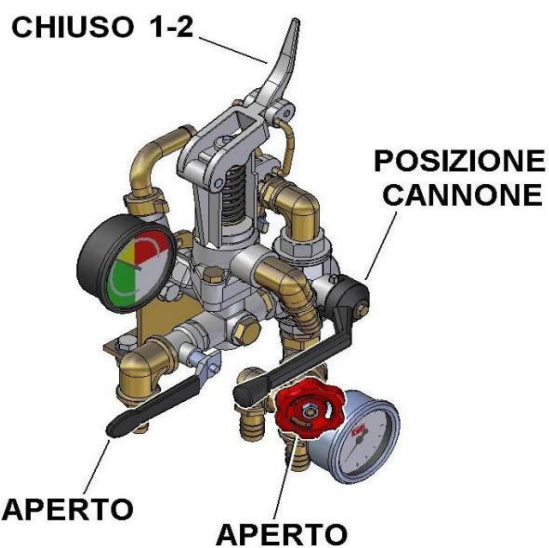

Abb. 8
- 2 - Zum Ausspülen des KREISLAUFS KANONE ist das Ventil wie in **Abb. 8** dargestellt anzuordnen und der INOX-Zeiger des Präzisions-DOSIERERS (**Kap.3, Abb. 3 - Pos. 7**) auf die höchstmögliche Fördermenge zu stellen.